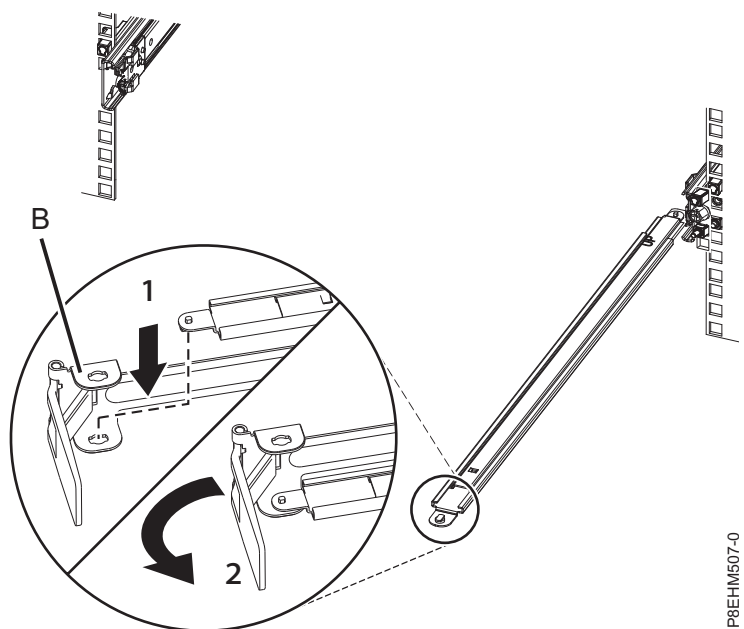

Figura 11. Protegendo o suporte de parada do gerenciamento de cabos no braço de suporte
3. Localize o orifício no canto da parte interna do suporte de parada do gerenciamento de cabos em formato de L (**B**). Posicione a extremidade não anexada do braço de suporte de forma que a presilha de travamento na parte de baixo de sua ponta seja alinhada ao orifício do suporte. Insira a presilha no orifício (1) e gire o suporte (2) para prendê-lo ao braço de suporte. Para obter detalhes, consulte Figura 11.